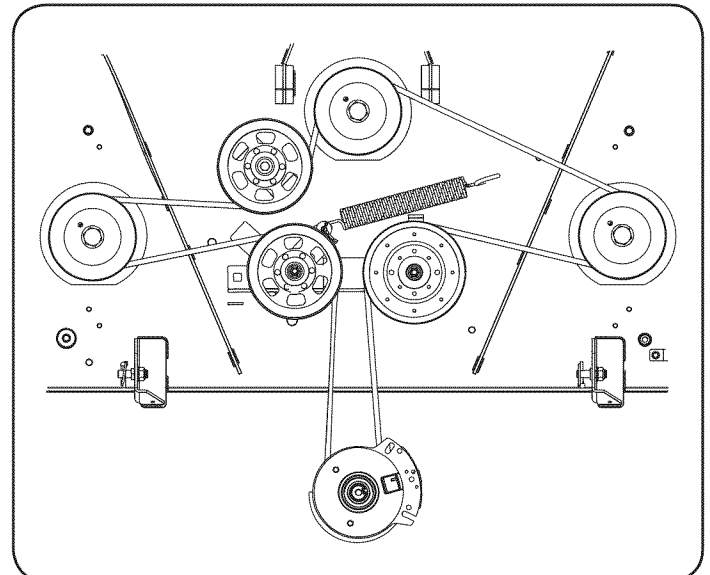

Figura 39
6. Coloque la correa alrededor de las poleas locas que extrajo en el paso 3 con el lado en "V" orientado hacia adentro. Una vez que todo esté en su lugar, vuelva a colocar los elementos de ferretería y ajuste la tuerca de seguridad con brida para sujetar el conjunto. Vea la Figura 39.
7. Pase la correa como se indica en la Figura 39 y vuelva a instalar la plataforma (consulte Instalación de la plataforma).